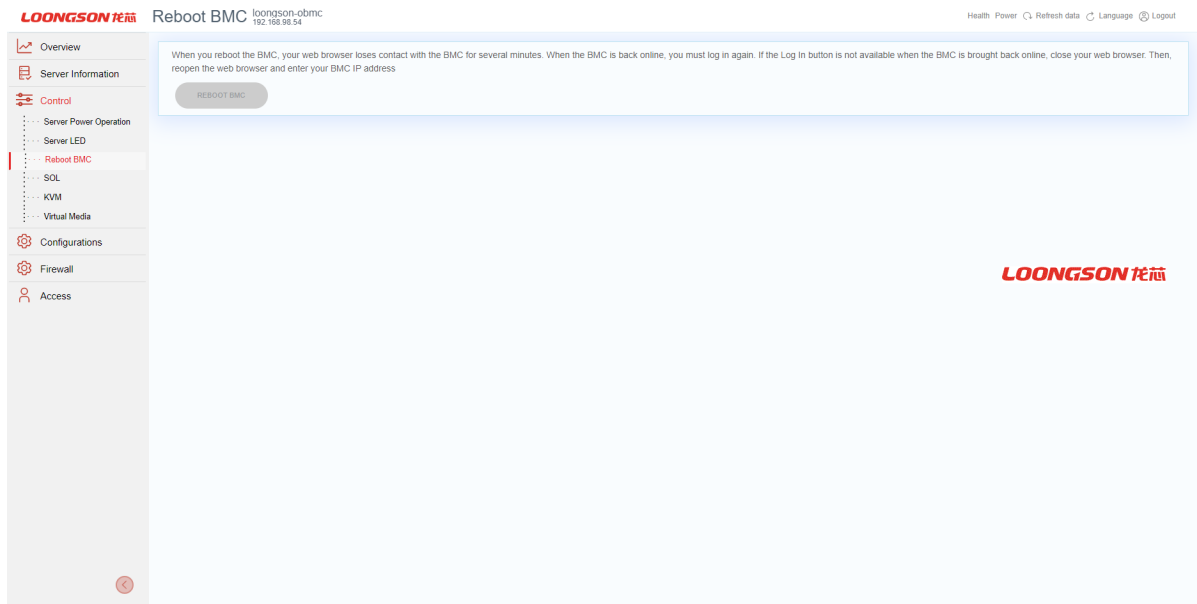

Рис. 76. Окно «Reboot BMC»
- 4) Пройдите во вкладку «Control» → «Reboot BMC» в данной вкладке осуществляется перезагрузка BMC. Нажмите на кнопку «Reboot BMC» для перезагрузки BMC. Окно показано на рис. 76 Окно «Reboot BMC»